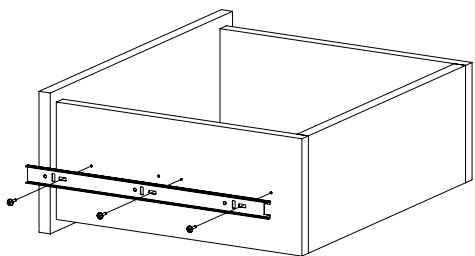

Рис.9
9. Закрепите внутренние планки направляющих на деталях 6 и 7 шурупами 3, 5х16 (Рис. 9).